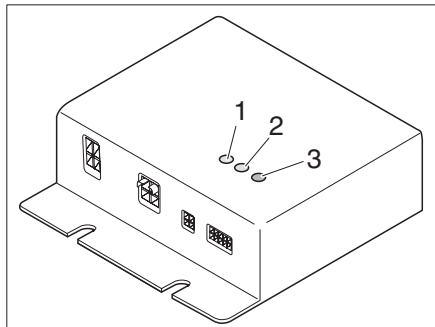

Bild 83 Regelgerät
Das Regelgerät (Bild 83) ist im Kleiderschrank eingebaut. Die Kontroll-Leuchten auf dem Regelgerät haben folgende Bedeutung:
- Kontroll-LED (Bild 83,1) HK1 leuchtet grün: Heizkreis 1 ist in Betrieb
- Kontroll-LED (Bild 83,2) HK2 leuchtet grün: Heizkreis 2 ist in Betrieb
- Fehler-LED (Bild 83,3)